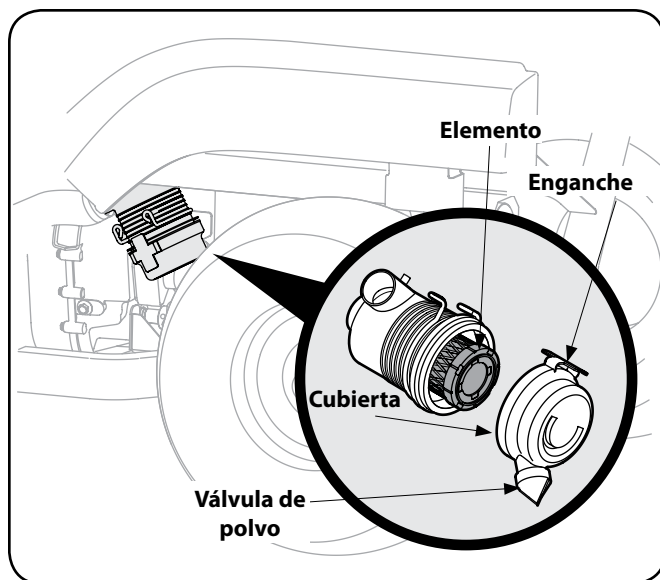

Figura 5-1
3. Tire hacia arriba del sujetador y gírelo en el sentido contrario a las agujas del reloj para liberar la cubierta del purificador de aire. Vea la Figura 5-1.
IMPORTANTE: Vuelva a colocar la cubierta y asegúrese de que la válvula de polvo esté orientada hacia abajo. Consulte el recuadro Figura 5-1.